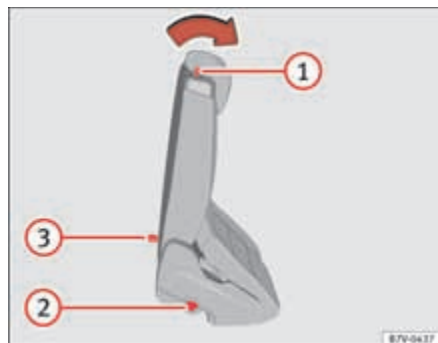

Fig. 87 Segunda fila de asientos: mandos de la ayuda de acceso.
- Empuje la palanca ⇒ fig. 87 ① hacia delante y abatir el respaldo del asiento trasero. El asiento trasero se abatir por completo hacia delante ⇒ ⚠ y todavía se puede desplazar más longitudinalmente hacia delante.
- El asiento trasero debe quedar bien encastrado para poder garantizar el efecto protector de los cinturones de seguridad en las plazas del asiento trasero. La marca roja ⇒ fig. 87 ② no deberá verse ⇒ ⚠ en “Plegar los asientos traseros como superficie de carga”, página 154.
Si la palanca ⇒ fig. 87 ① no funciona, por ejemplo, después de un accidente, desde la tercera fila se pueden plegar hacia delante los asientos de la segunda fila para facilitar la salida desde la tercera fila de asientos ⇒ ⚠.
- Tire del asa ⇒ fig. 87 ③ hacia atrás y abatir el respaldo del asiento trasero. La banqueta completa se pliega hacia delante ⇒ ⚠.
- Una marca roja en el lado del asiento ⇒ **página 146, fig. 87**  advierte de que el respaldo no está encastrado. Cuando el respaldo encastra correctamente, la marca no es visible.